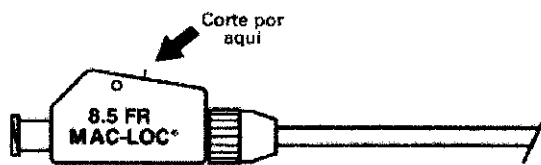

Fig. 3
- c. Corte el hilo de bloqueo sobrante (Fig 3)
1. Corte el exceso de hilo monofilamento. (Fig 3)